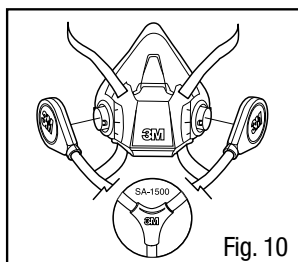

Fig. 10
1. Segure a peça facial em sua frente de modo que o logotipo da 3M fique voltado para você. Alinhe as duas entradas nas ramificações da traquéia sobre os dois encaixes baioneta na peça facial (Fig. 10). Para as Traquéias SA-1500 ou SA-1600, certifique-se de que ambos os logotipos da 3M na traquéia e na peça semifacial estejam voltados para você. Para as Traquéias 3M SA-2500 ou SA-2600, certifique-se de que o logotipo da 3M na traquéia esteja posicionado na direção oposta do logotipo da 3M nas peças faciais.